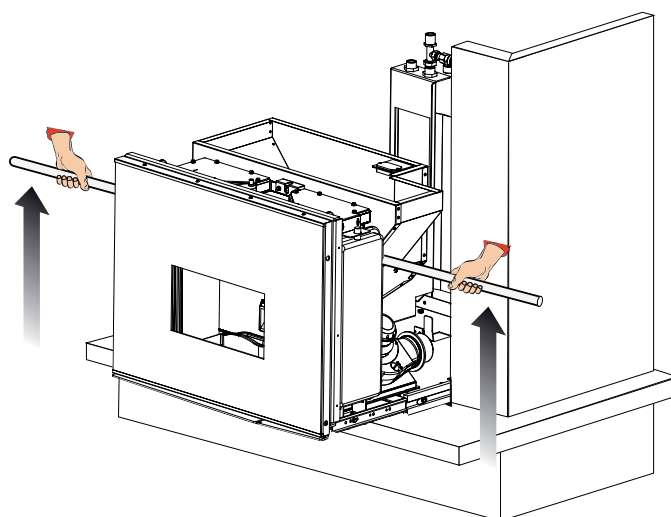

Fig. 6.6
- Pousser le poêle à sa place jusqu'à ce que le système de blocage automatique ait été enclenché (fig. 6.6)